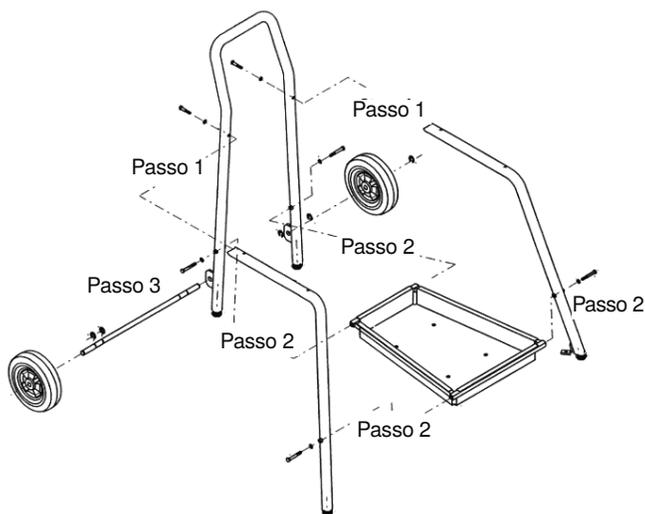

Figura 4 - Montaggio del cavalletto
2. Fissare il gruppo del vassoio portautensili alle gambe posteriori e anteriori utilizzando le quattro (4) viti esagonali da $\frac{3}{8}$ " - 16 x 2 $\frac{3}{4}$ " e le rondelle di sicurezza. Non serrare le viti.
3. Inserire l'asse nelle linguette che si fuoriescono dal gruppo supporto/impugnatura posteriore e fissarlo con i quattro (4) anelli di fissaggio, vedere Figura 4.